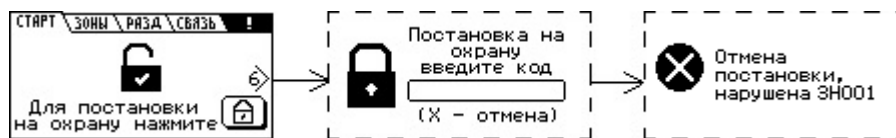

Рисунок 29 – Постановка на охрану раздела запрещена
6) Если в раздел входит зона без задержки и она находится в нарушенном состоянии, или отсутствует связь прибора с ПЦН по основным каналам, или неисправность основного питания прибора, в этом случае постановка раздела под охрану запрещена, на экране отображается сообщение об запрете постановки на охрану (рисунок 29) и звучит сигнал ошибки – длинный звуковой сигнал низкого тона.